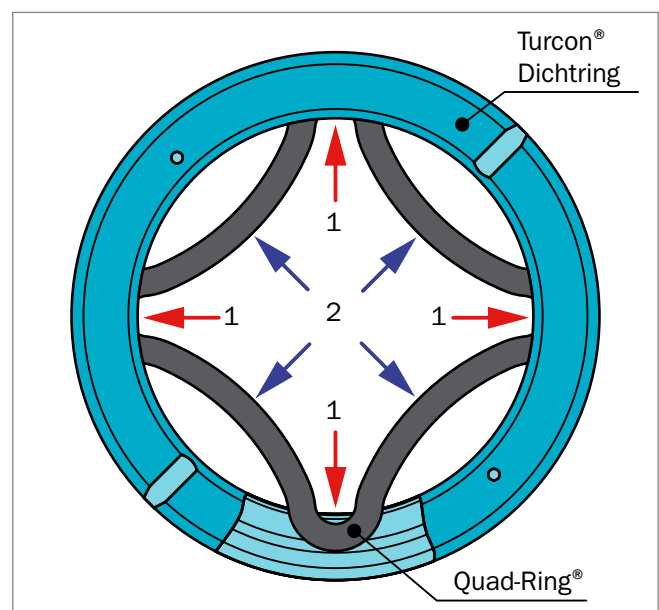

Abbildung 167: Setzen Sie Abschnitte des Quad-Ring® diagonal in die Schmierungsnut ein.
- 2) Setzen Sie vier kleine Abschnitte der Quad-Ring® Schnur in die Schmierungsnut ein (dargestellt mit den roten Pfeilen in Abbildung 167). Setzen Sie weitere Abschnitte in Richtung der blauen Pfeile ein und fahren Sie fort, bis die gesamte Schnur eingesetzt wurde.